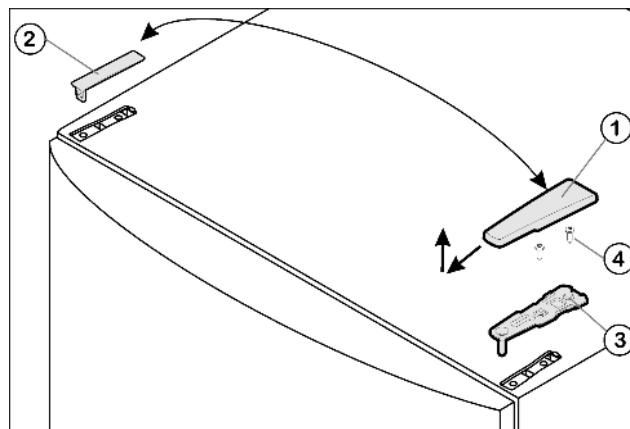

Fig. 4
- Потяните крышку Fig. 4 (1) вперед и вверх.
- Снимите крышку Fig. 4 (2).
- ▶ Открутите верхний опорный кронштейн Fig. 4 (3)(2 шт. Torx® 25) Fig. 4 (4) и вытяните вверх.
- ▶ Установите верхний опорный кронштейн Fig. 4 (3) на новой стороне шарнира и защелкните в дверце.
- ▶ Привинтите верхний опорный кронштейн (**с моментом 4 Нм**)(2 шт. Torx® 25) Fig. 4 (4). При необходимости проделайте отверстия или используйте аккумуляторную отвертку.
- ▶ Наденьте и защёлкните крышку Fig. 4 (1) и крышку Fig. 4 (2) на противоположной стороне снаружи.